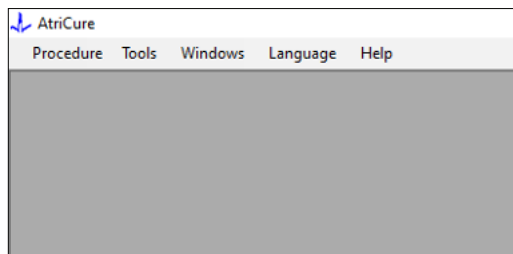

Figure 3 : Caractéristiques/menu de l'interface logicielle
1. Le logiciel *RF_Display* possède cinq fonctions/menus différents intégrés (reportez-vous à la **Figure 3**) :